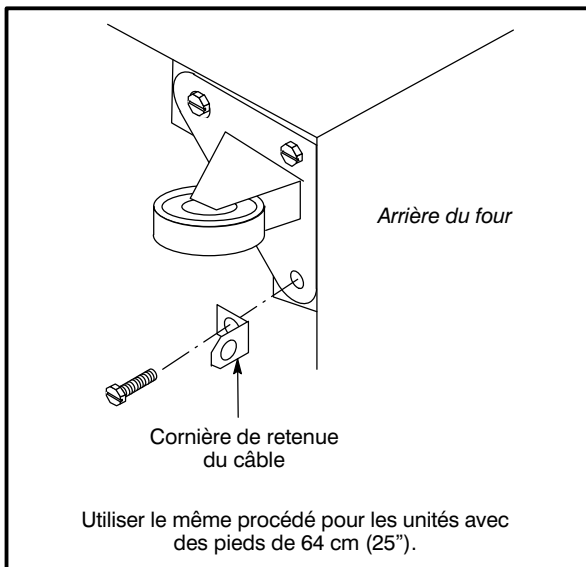

Figure 23
1. Monter la cornière fournie sur le boulon du pied juste au-dessous de l'arrivée de gaz. Voir Figure 23.